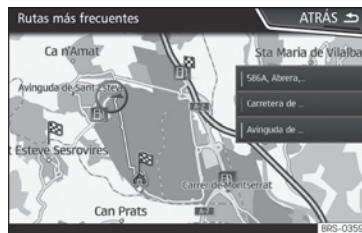

Fig. 224 Navegación predictiva
- En la pantalla principal del Menú de navegación, pulse en la ventana emergente la tecla **RUTAS FRECUENTES**. Para visualizar las rutas habituales pulse el botón **Mostrar en mapa** »» fig. 224.